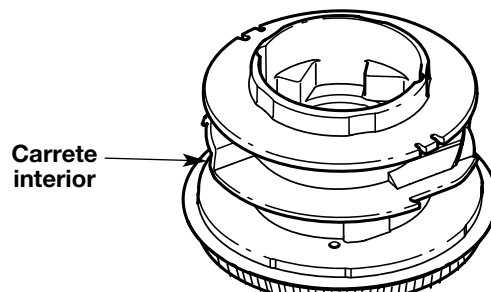

Fig. 24
4. Saque toda la línea que haya en el carrete interior antes de limpiarlo. Saque todos los residuos o pasto de la perilla, resorte, carrete interno y sello de espuma. Lave el carrete interior con agua jabonosa tibia (Fig. 24).